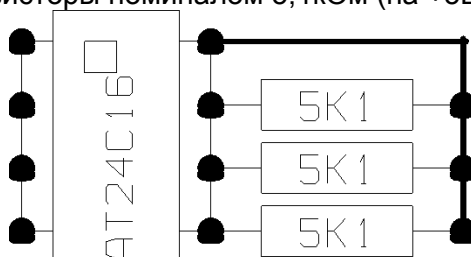

Рис. 2. Место доработки. Вид со стороны установки элементов.
- 2) Как показано на рис. 2, на выводы 5...7 сокетa навесным монтажом установите подтягивающие резисторы номиналом 5,1кОм (на +5В) – см. рисунок 2.